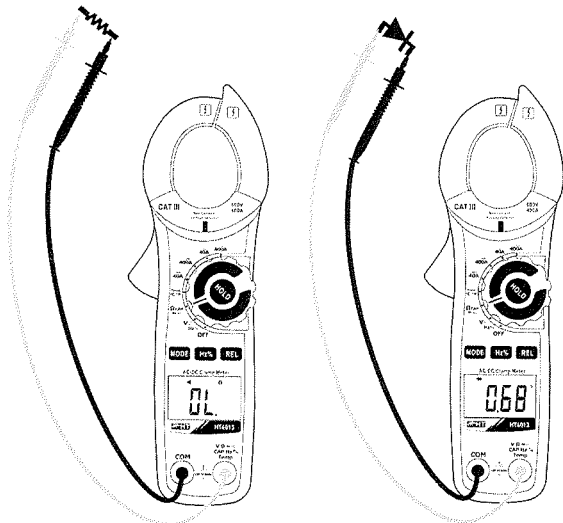

Fig. 7: Uso della pinza per Test Continuità e Prova Diodi
3. Inserire il cavo rosso nel terminale di ingresso **VΩ** \rightarrow \rightarrow CAPHz%Temp e il cavo nero nel terminale di ingresso **COM** ed eseguire il test di continuità sull'oggetto in prova (vedere Fig. 7~ parte sinistra). Il cicalino emette un segnale acustico quando il valore della resistenza misurata è inferiore a circa 30Ω
5. Connettere il puntale rosso all'anodo del diodo e il puntale nero al catodo in caso di misura di polarizzazione diretta (vedere Fig. 7 – parte destra). Invertire la posizione dei puntali in caso di misura di polarizzazione inversa